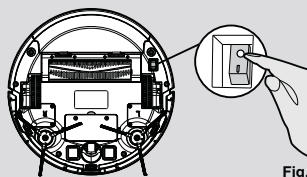

Fig. 9
Enciende el robot de vacío con el inTerRuptor de encendido y apagado en la parte inferior (I). **[Fig. 9]** Colóquelo frente a la estación de carga.
1. Presione el interruptor de encendido y apagado de la parte inferior del robot. **[Fig. 9]**
2. Presione el interruptor de encendido y apagado de la parte inferior del robot. [Fig. 9]